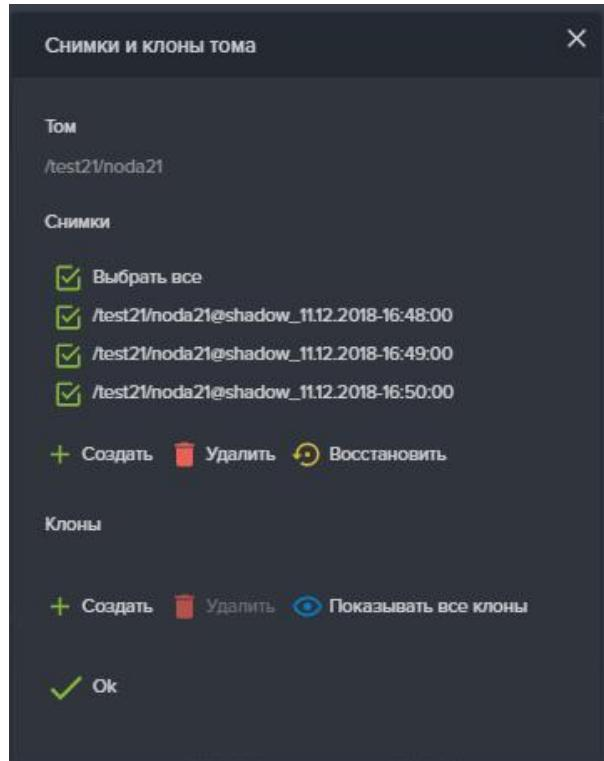

Рисунок 97. Окно снимков и клонов
3. В области «Снимки» выберите нужный снимок и нажмите на кнопку «Удалить» (см. Рисунок 97). Чтобы удалить несколько снимков отметьте их флагками, для удаления сразу всех снимков, отметьте флагок «Выбрать все»;